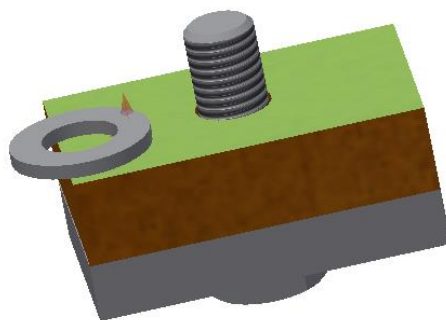

Рис. 3.53. Совмещение граней
8. На вкладке «Сборка» в поле «Тип» выберите «Совмещение» . В поле «Решение» выберите кнопку «Совмещение» . Укажите последовательно нижнюю грань шайбы, а затем грани нижней пластины (рис. 3.53). Выбранные грани совместятся.